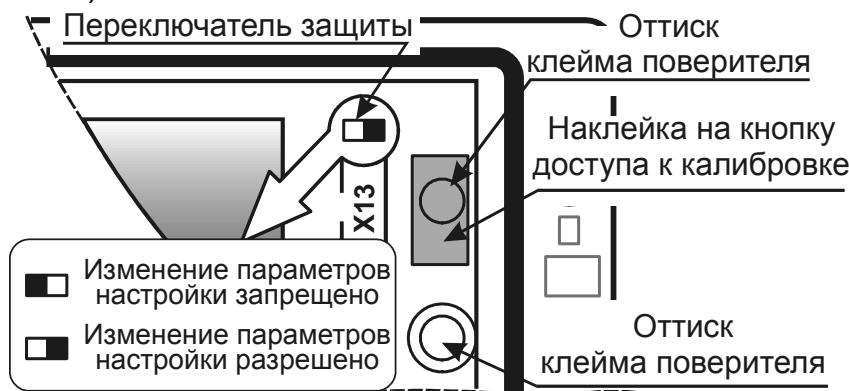

Рис. 2.2 – Места пломбирования поверителем
**Защита калибровочных коэффициентов** выполняется наклеиванием самоклеющейся этикетки на кнопку доступа к калибровке и нанесением оттиска клейма поверителя (рис. 2.2).
**Защита от внесения изменений в электронный модуль** вычислителя выполняется нанесением оттиска клейма поверителя на мастике в чашке (рис. 2.2).
**Защита настроек параметров** выполняется переводом переключателя защиты в левое положение (рис. 2.2) и пломбированием вычислителя пломбой инспектора теплоснабжающей организации (рис. 2.3).
- установить переключатель защиты в правое положение (см. рис. 2.2);